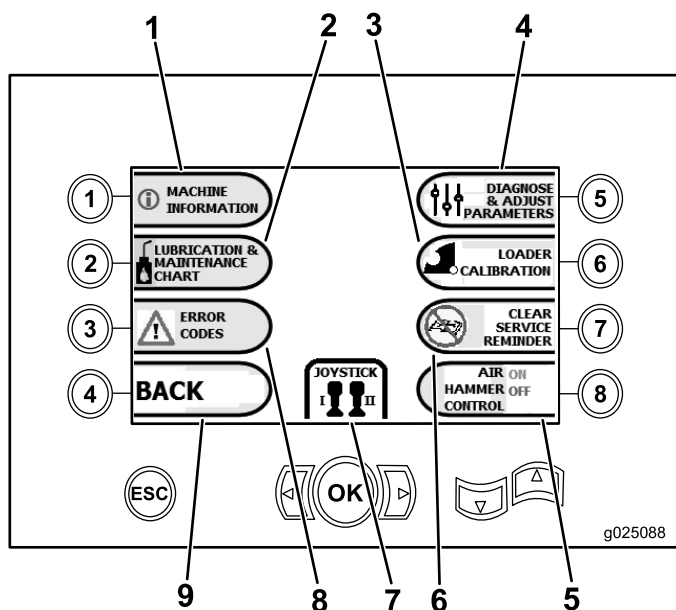

Figura 22
- Botão 1 – Retornar à (Tela principal de operação (página 28)) como mostra Figura 22
- Botão 2 – Quadro de lubrificação e manutenção (Figura 22)
- Botão 3 – Ler códigos de erro (Figura 22)
- Botão 4 – Retornar à Tela principal de operação (página 28) como mostra Figura 22
- Botão 5—Diagnóstico e ajuste de parâmetros (Figura 22)
- Botão 6—Ajustar a calibração do carregador (Figura 22)
- Botão 7—Remover um lembrete de manutenção (Figura 22)
- Botão 8 – Controle do martelo pneumático (Figura 22)
- Botão OK—Retornar à Principais funções de perfuração exibidas na tela de pressões (página 29) como mostra Figura 22